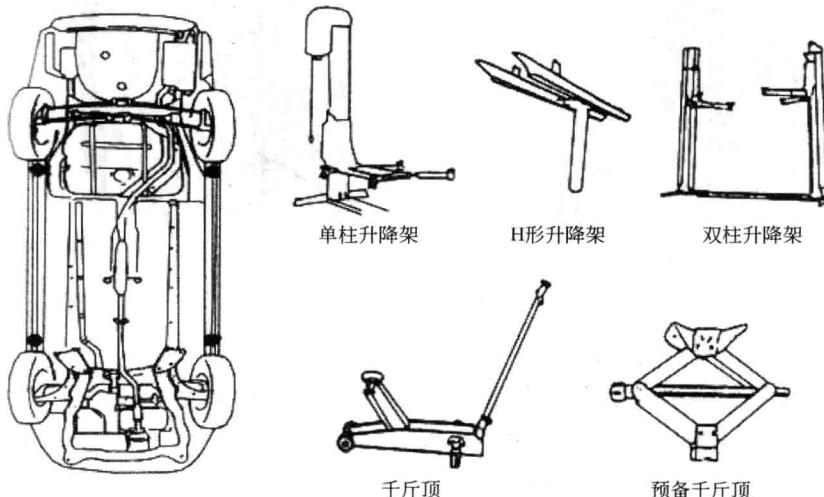

图1-4 车辆的支撑
- (1) 固定车轮。
(2) 把千斤顶放在正确位置上。
(3) 使用安全支架支撑车辆(千斤顶支架),参考车辆的支撑进行操作,如图1-4所示。